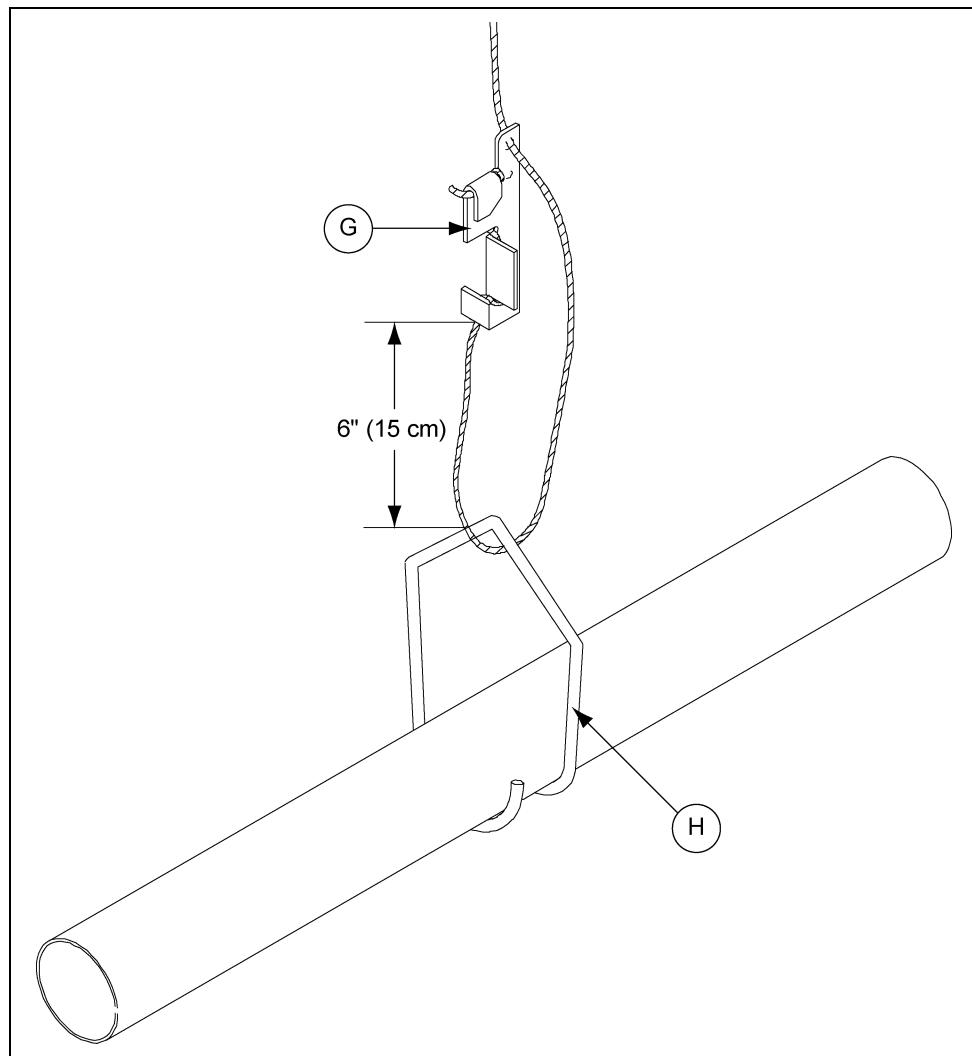

Рисунок 5S
11. Установите держатели на кормораздаточную линию непосредственно под каждым шкивом, закрепив держатель вокруг ребра трубы. (см. рисунок 5S на стр. 40.)
Расположите держатель так, чтобы он был над трубой шнека. Фиксатор должен находиться на расстоянии не более 6" (15 см) над держателем, как показано на рис. 5S на стр. 40. Таким образом кормораздаточную линию можно без труда поднимать во время очистки помещения.
12. Обрежьте отводной кабель так, чтобы его длины хватило на то, чтобы проложить его от троса ворота через держатель к фиксатору регулировки троса. (см. рисунок 5S.)